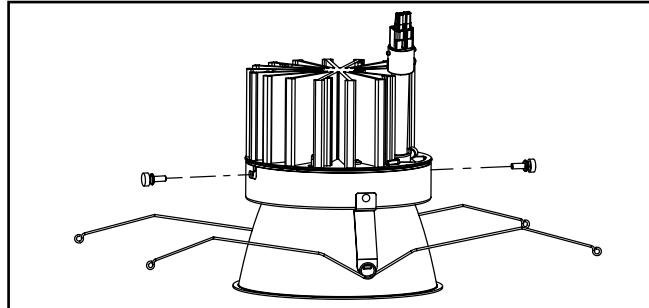

Figura 6.
4. Usando los tornillos de ajuste manual incluidos, asegure con firmeza la moldura inferior al motor de la luminaria LED. Alinee el enchufe de alimentación del motor de la luminaria LED con el conector del alojamiento cilíndrico y empújelos juntos (Figura 6.).